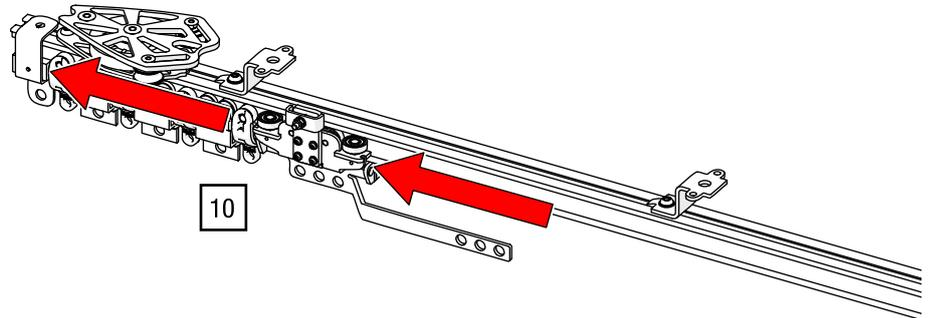

Abb. 79: Seitliche Seilführung – Wagen zusammenschieben
10. Schieben Sie die Zug- und Laufwagen bei einem zweiteiligen Vorhang maximal im Parkraum auf jeder Seite zusammen (siehe Abb. 79).